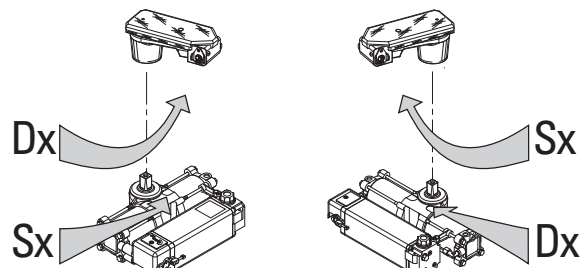

FIG. 17
- Le Combi 740 à **175° DROITE** est couplé avec le Déverrouillage manuel d'urgence **GAUCHE**, le GAUCHE avec le DROITE (Fig.17).